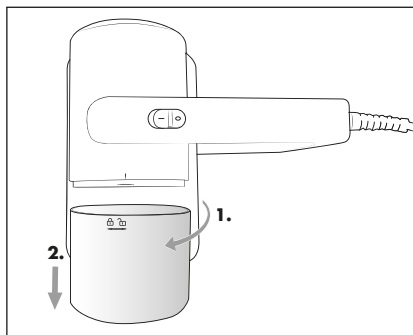

Fig. 4
- 1) Tournez le bac à poussière **4** dans le sens antihoraire jusqu'à ce que le repère sur l'appareil se retrouve au-dessus du symbole  (ouvert) pour le retirer de l'appareil (fig. 4).